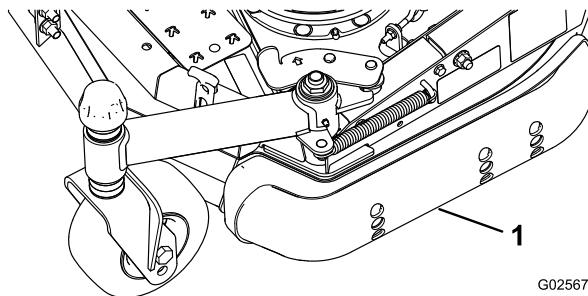

Рисунок 6
3. Отпустите передний винт каждого полоза (Рисунок 6).